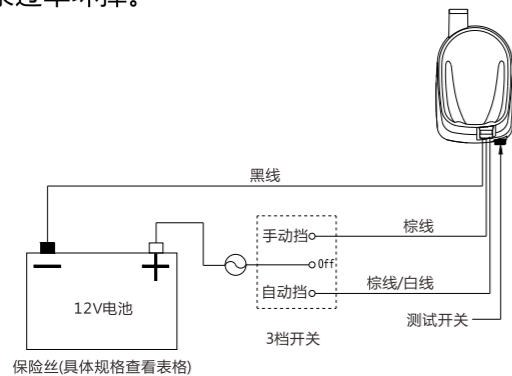

图2
1. 线长要足够，如果不够长要接线。请参考（图2）连接电线。